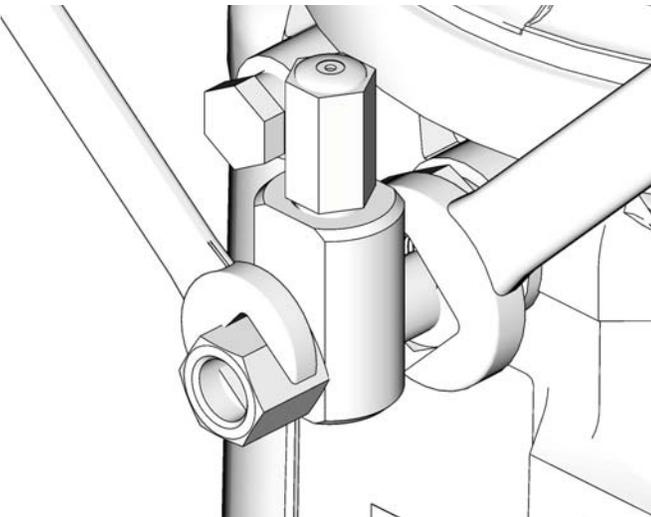

图 10
- 当将任何设备连接到泵元件或辅助配件时，始终使用两个扳手逆向操作。请查看图 10 了解示例。